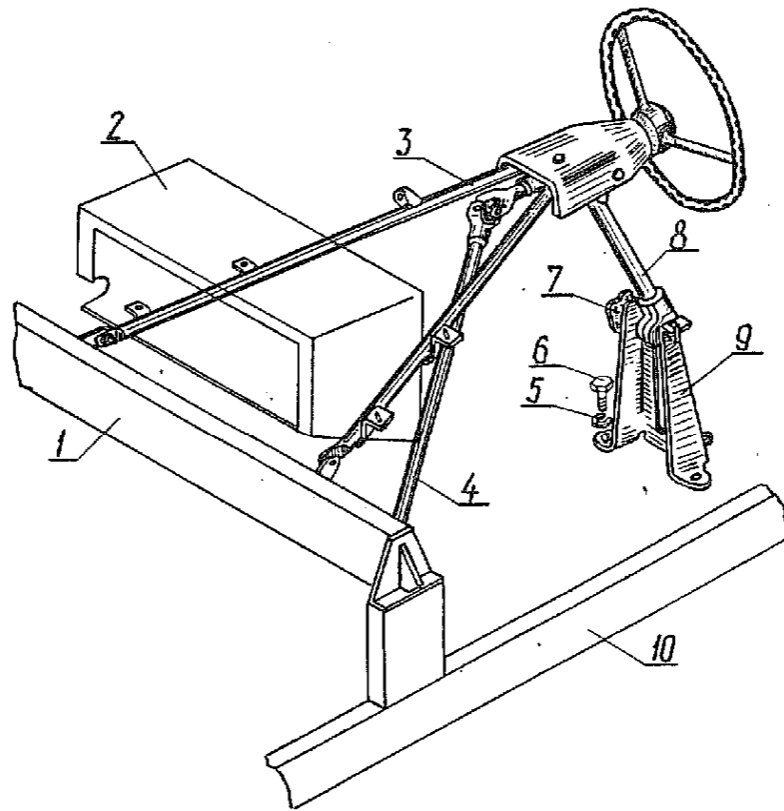

Рис. 2. Рулевое управление:
1.4.3. Вывернуть болты 6 (рис. 2) крепления стойки 9 трубы опоры вала рулевого колеса (ключ 12).